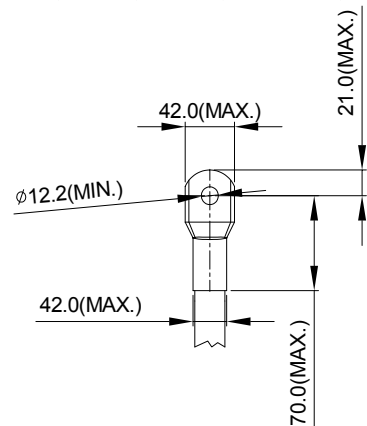

Figura 3
5. La figura 3 y la figura 4 muestran la especificación del conducto termoencogido y aislado que cumple con UL (600C, YDPU2).